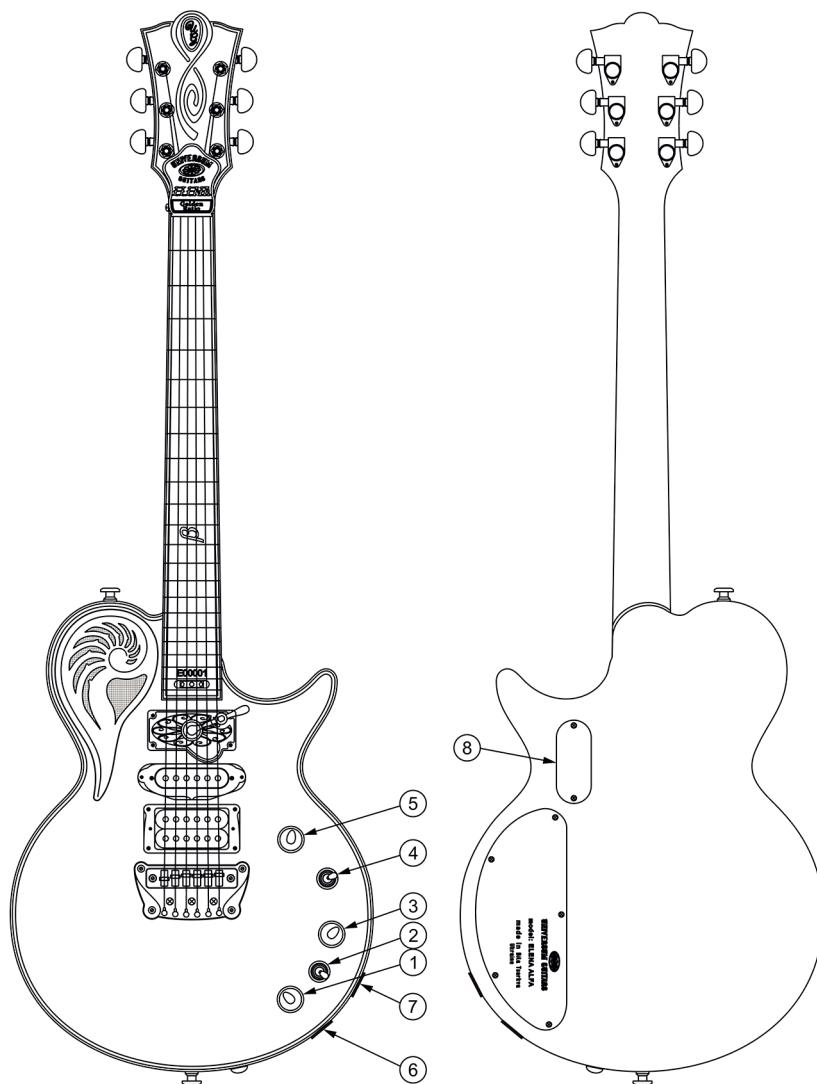

Fig.18
- Batería no recargable – 1 ud. (Fig.18 pos.8).
- 1) Manivela de potenciómetro de ajuste de volumen de fonocaptor de micrófono (Fig.18 pos.1). Ajusta el volumen de fonocaptor de micrófono en el modo acústico (fonocaptor acústico) y combinado (fonocaptor de micrófono y fonocaptores electromagnéticos).
- 2) Manivela de conmutador-mezclador de tres posiciones (Fig.18 pos.2):
- 3) Manivela de potenciómetro de ajuste de tono de sonido electromagnético de guitarra (Fig.18 pos.3);
- 4) Manivela de conmutador de tres posiciones (Fig.18 pos.4): conmuta diferentes combinaciones de fonocaptores electromagnéticos.
- 5) Manivela de potenciómetro de ajuste de volumen de guitarra eléctrica (Fig.18 pos.5) en el modo de funcionamiento electromagnético (fonocaptores electromagnéticos).